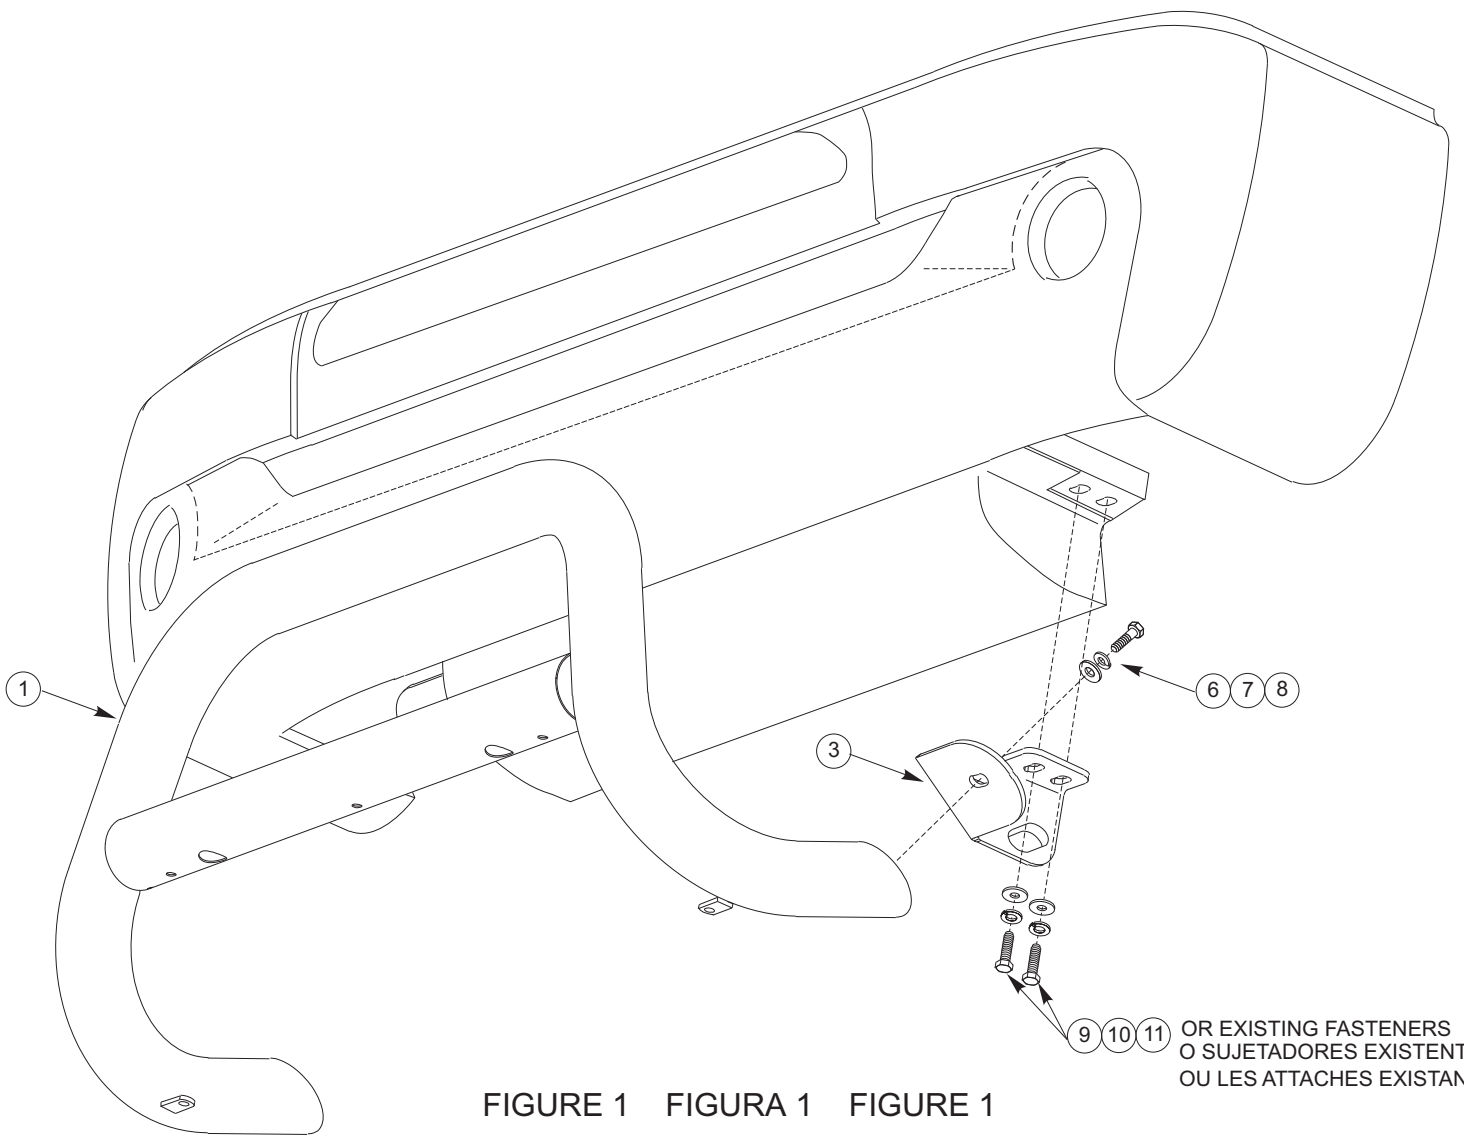

FIGURE 1 FIGURA 1 FIGURE 1
- STEP 3.** Determine passenger and driver brackets. **SEE FIGURE 1.** Remove and discard tie down loop and tow hook. Save shorter 12mm fasteners. Attach brackets using shorter existing fasteners and supplied 12mm bolts as shown. Leave loose.
- ETAPE 3. Etablissez les supports côté conducteur et côté passager. **VOIR FIGURE 1.** Retirez et rebutez le cerceau de retenue et le crochet de dépannage (conservez les courtes attaches 12mm). Montez les supports à l'aide des courtes attaches existantes et les boulons 12mm fournis, tel qu'illustré. Ne pas serrer.
**REPOSE DES PHARES:** Insérez le goujon de la base du phare dans le trou du tube transversal. À l'aide du cliquet avec la rallonge et la douille de la dimension de l'écrou fourni, insérez dans l'espacement au bas du tube transversal. Filetez l'écrou et les bagues sur le goujon et serrez. **VOIR FIGURE 1. NOTA :** Une douille courte plutôt que profonde fonctionne mieux pour faire commencer l'écrou.